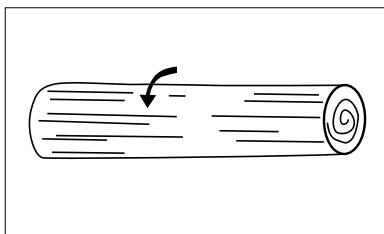

Fig. 20
1. În cazul în care trunchiul se află pe suporturi pe toată lungimea, conduceți ferăstrăul de sus în jos și, în același timp, asigurați-vă că lanțul nu se lovește de pământ (Fig. 20).